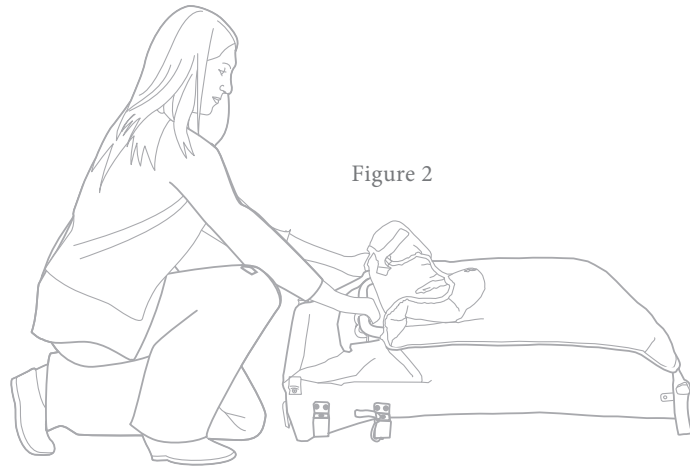

Figure 2
1. Raise front frame tube and rear frame tube (Figure 2) until they sit together on the plastic saddles.
1. Soulevez les tubes avant et arrière du cadre (Figure 2) jusqu'à ce qu'ils se positionnent correctement sur les supports en plastique.
1. Das Vorderrahmen- und das hintere Rahmenrohr so weit anheben (Abb. 2), bis diese zusammen auf den Kunststoff-Auflagern liegen.